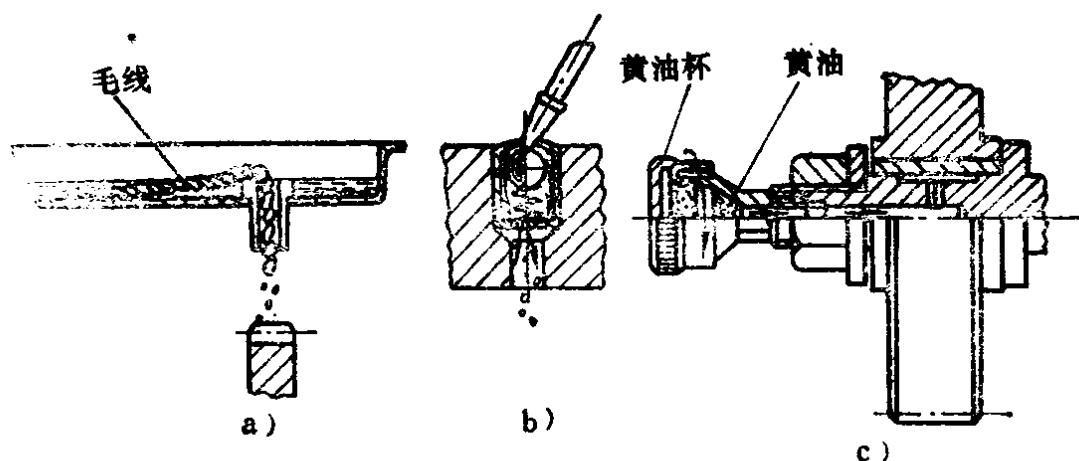

图1-4 润滑的几种方式
3. 油绳润滑 将毛线浸在油槽内，利用毛细管的作用把油引到所需润滑的部位，如图 1-4 a 所示。车床进给箱内的润滑就是采用这种方式。每班必须给进给箱上部的储油槽加油一次。
4. 弹子油杯润滑 车床尾座和中、小滑板摇手柄转动轴承部位，一般采用这种方式。润滑时，用油嘴将弹子掀下，滴入润滑油，如图1-4 b 所示，每班至少加油一次。
5. 油脂杯润滑 车床挂轮箱的中间齿轮等部位，一般用油脂杯润滑。润滑时，先在油脂杯中装满油脂，当拧进油杯盖时，润滑油就挤入轴承套内，如图1-4 c 所示。每周加油一次，每天向轴承中旋进一部分油脂。